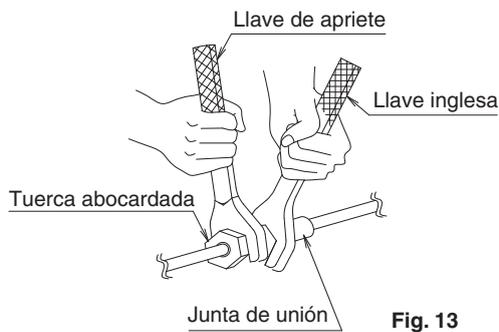

Fig. 13
- Al conectar las tuberías al aire acondicionado, asegúrese de utilizar una llave inglesa y una llave de torsión, tal y como se muestra en la **Fig.13**.